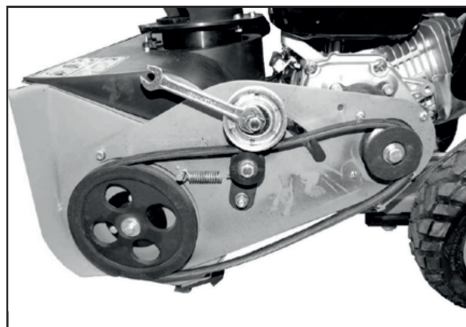

Рис. 27
3. Открутите гайку крепления натяжного ролика и снимите ролик (рис. 27).